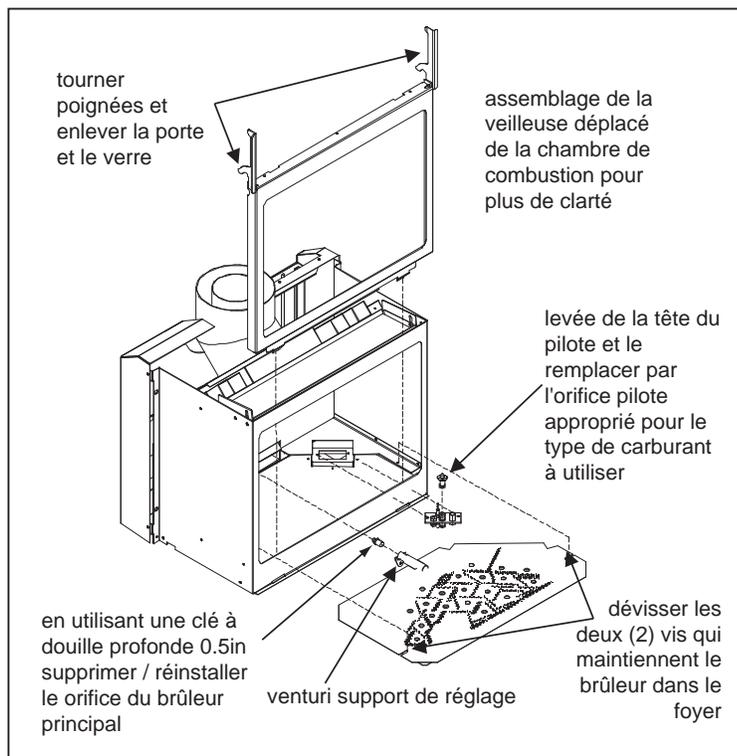

Figure 8: Brûleur de l'unité illustré à part.
3. Retirez les deux (2) vis (situées sur les bords extérieurs du brûleur) qui maintiennent le brûleur au châssis à l'intérieur du foyer, voir Figure 8. Retirez le plateau du brûleur du foyer.